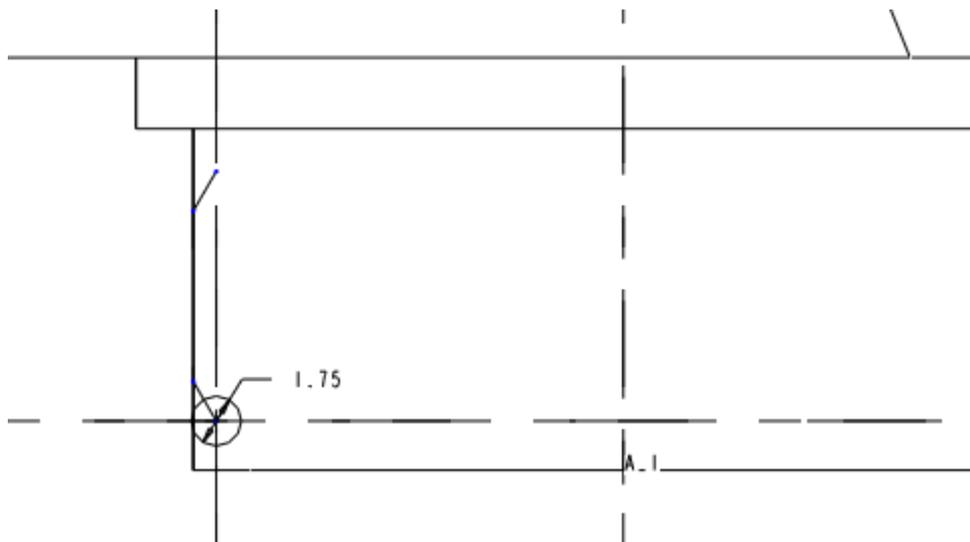

图 51-23
- (4) 单击草绘命令工具栏中的  按钮，系统再次进入草绘状态，以绘制螺旋扫描剖面。
- (5) 在信息区显示的文本框中输入螺距值“2.1”，在起始中心位置绘制一直径为“1.75”的圆，如图 51-23 所示。